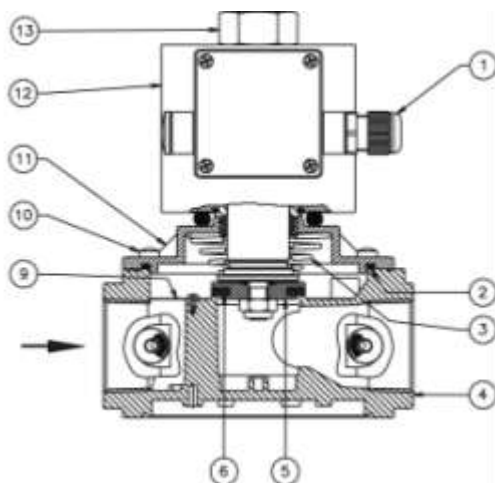

Рис. 2
Клапан рис. 2 состоит из: электрический коннектор (1); верхнее уплотнительное кольцо (2); пружина запирающего механизма (3); корпус (4); затвор (5); уплотняющая прокладка (6); фильтрующая сетка * (9); винты крепления крышки (10); крышка (11); электромагнитная катушка (12); гайка крепления электромагнитной катушки (13).